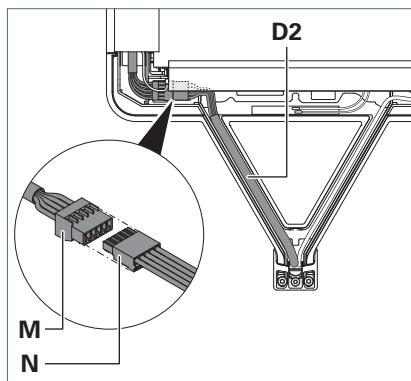

Fig. 7: Versorgungsleitung anschließen.
- ▶ Nehmen Sie die Stiftleiste **M** aus dem Fach unter dem Kühlkörper heraus, siehe Fig. 7.